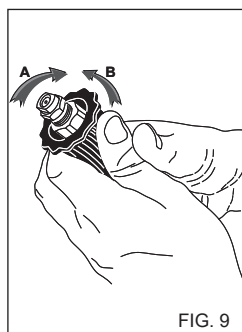

FIG. 9
UTILIZAÇÃO DA CABEÇA REGULÁVEL (fig. 9).
2) Ligue a máquina de lavar, active o comando de sucção do detergente colocado na lança (fig.9) e espalhe a solução sobre a superfície a lavar de baixo para cima. Deixe agir por alguns minutos.